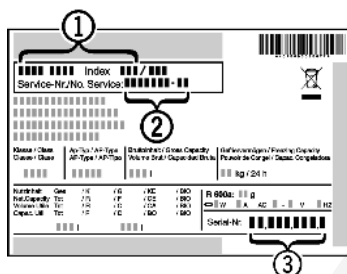

Fig. 12
- ▶ A készülék megnevezését Fig. 12 (1), a szerviz- Fig. 12 (2) és sorozatszámot Fig. 12 (3) a típus-tábláról olvassa le. A típus-tábla a készülék belsejében baloldalon található.
- ▶ Értse a vevőszolgálatot a hibáról, és adja meg neki a készülék megnevezését Fig. 12 (1), a szerviz- Fig. 12 (2) és a sorozatszámot Fig. 12 (3).